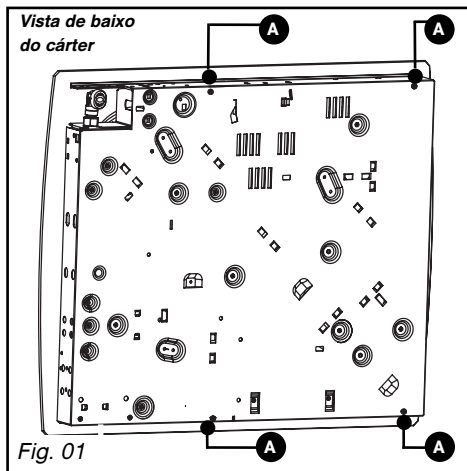
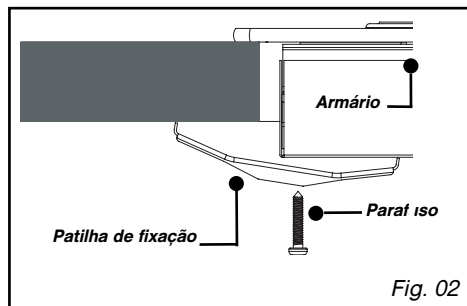

Fig. 01
Fig. 02
Respeitar as indicações do esquema (Fig. 01).
– Para garantir a boa vedação entre o cárter e a bancada de trabalho, cole a junta de espuma no contorno exterior do cárter (Fig. 02).
- Se desejar, poderá imobilizar a placa com as quatro patilhas e os parafusos fornecidos (Fig. 02), que se fixam aos quatro cantos do cárter. **Utilize obrigatoriamente os orifícios previstos para este efeito, conforme indicado na imagem acima (Fig. 01).**